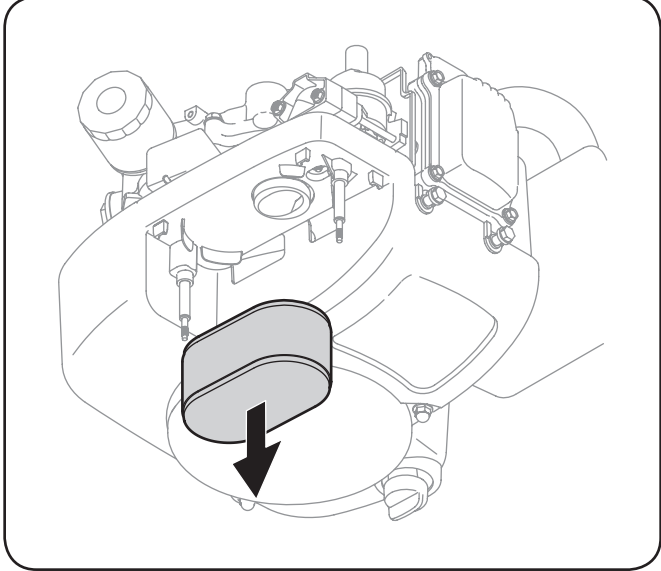

Figure 6-5
3. Mesurez l'écartement de la bougie avec une jauge d'écartement. Ajustez au besoin en pliant l'électrode de côté. Voir la Figure 6-5. L'écartement doit mesurer 0,030 po.
2. Enlevez le couvercle du filtre à air. Voir Figure 6-5.